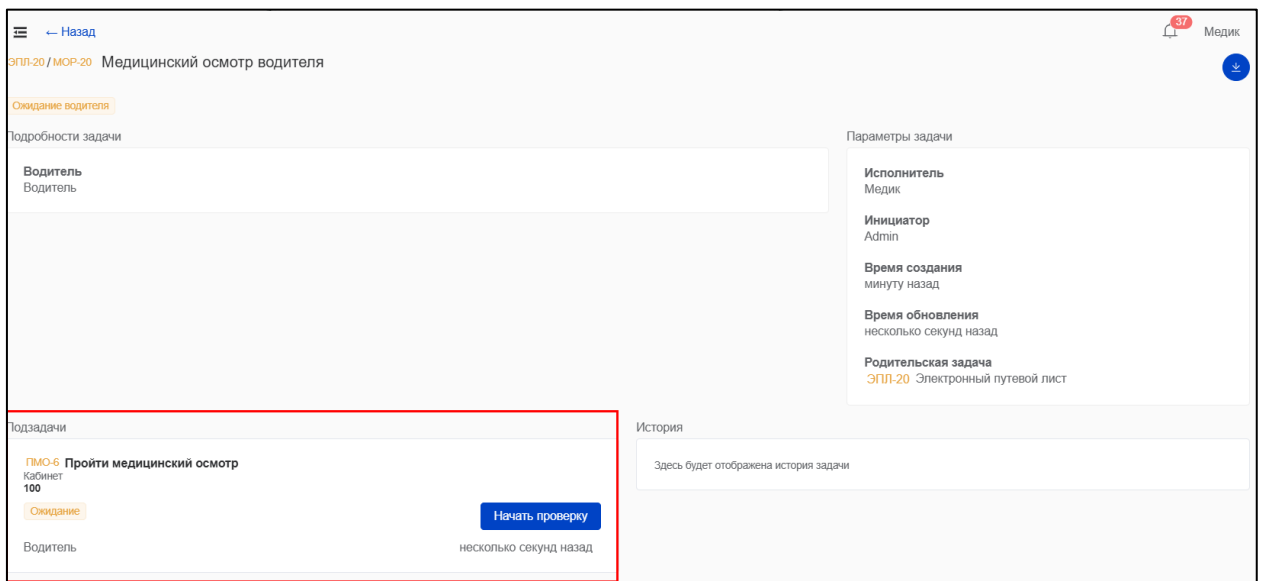

Рисунок 61 – Водителю назначена подзадача на прохождение медосмотра
3) В рамках данной задачи будет создана подзадача на прохождение медосмотра и назначена на водителя (Рисунок 61). Водитель в своем АРМ для выполнения задачи и прохождения медосмотра нажимает кнопку «Начать проверку». После чего медицинский работник может начать медосмотр.